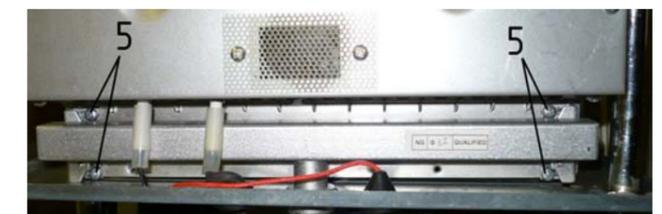

Рис. 9. Демонтаж коллектора
- ✓ отвернуть четыре винта 5 (см. Рис. 9) крепления коллектора к передней опоре горелки;